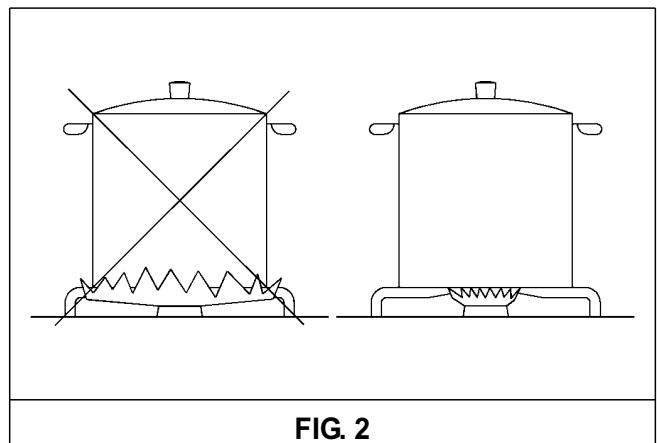

FIG. 2
- utilice ollas adecuadas para cada quemador (ver la tabla siguiente y la fig. 2).